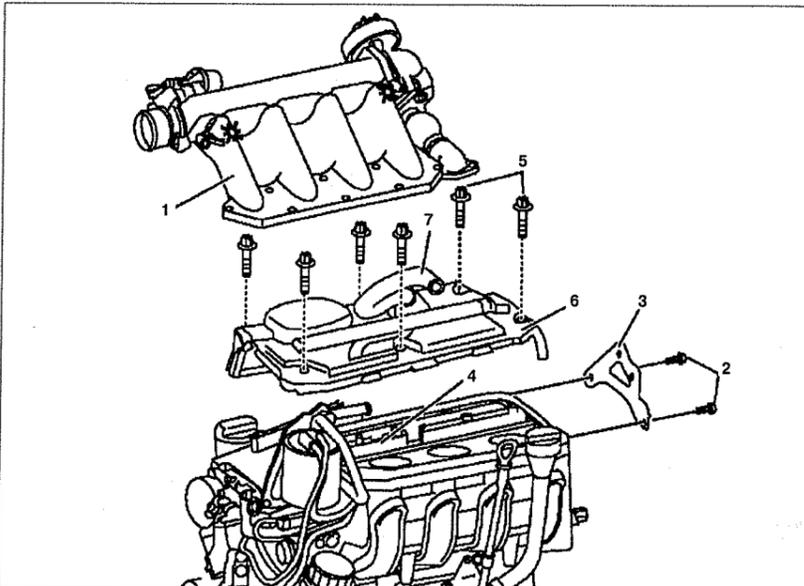

Рис. 5.5. Декоративная панель крышки головки блока цилиндров:
1. Снимите смешивающую камеру с клапаном рециркуляции отработавших газов 1 (см.рис.5.5).